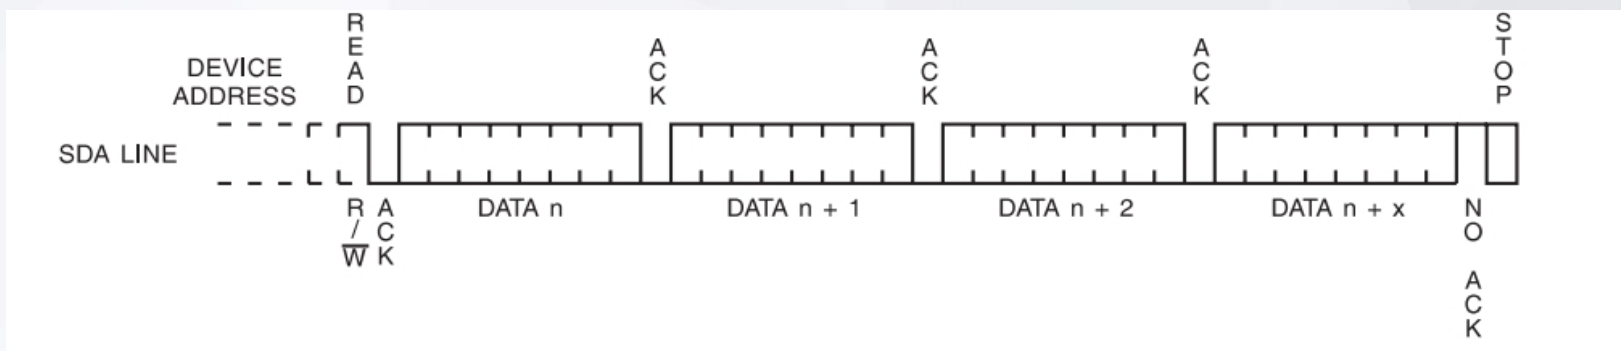

图3-16 I2C 串行EEPROM顺序读
3) 顺序读: 无论当前地址读还是随机地址读, 在每个DATA n之后, MASTER给出应答, 就可以连续读下一个字节的数据 DATA n+1...., 在最后一个DATA读出之后的应答阶段MASTER没有给出低电平应答, 就会进入STOP, 停止读过程。如图3-16